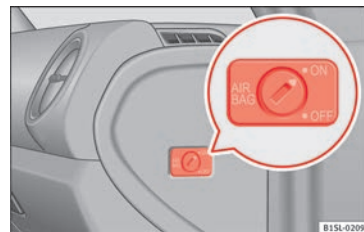

Fig. 20 En el lado del acompañante: interruptor de llave para activar y desactivar el airbag frontal del acompañante.
- Con ayuda de la llave del vehículo, gire el interruptor de llave a la posición **OFF** » » » **fig. 20.**